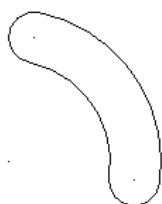

图 2.5.4 已隐藏的图素
Step2. 选择命令。选择下拉菜单 **屏幕(R)** → **恢复隐藏(U)** 命令，同时在绘图区显示出图 2.5.4 所示的已经隐藏了的所有图素。